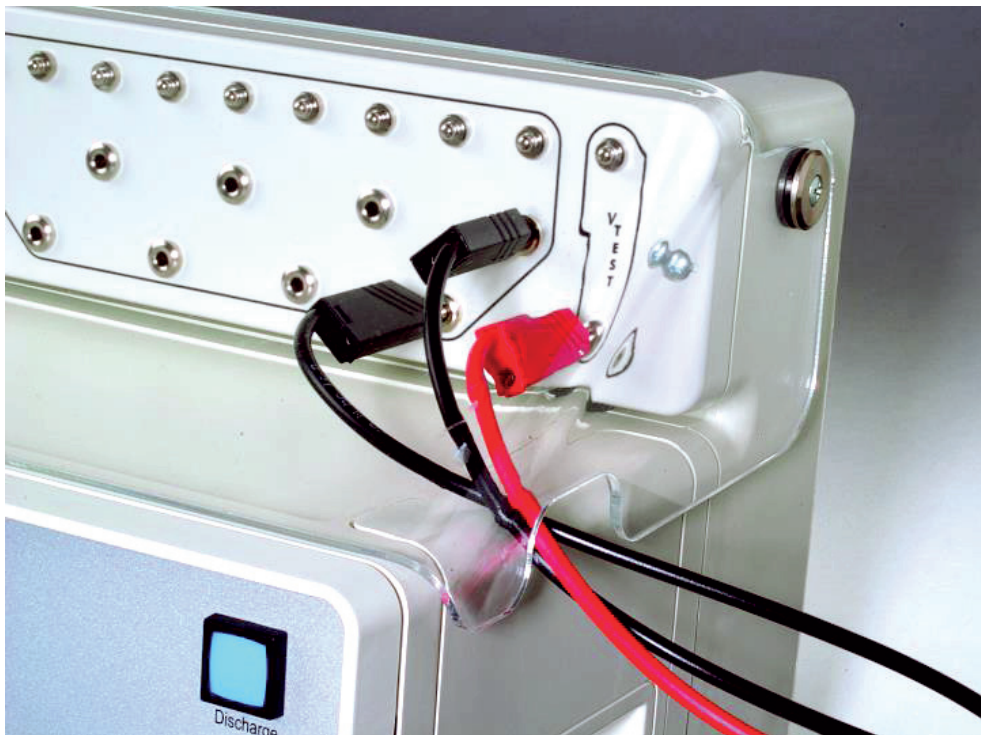

Abbildung 3-3: Kabelführung
- Für die Messung von eventuell auftretenden gefährdenden elektrischen Energien an verschiedenen Teilen des Prüflings wird die Laborstrippe mit Prüfklemme (im Lieferumfang enthalten) verwendet. Sie wird an der Measuring-In-Buchse eingesteckt (siehe Abbildung 3-3).